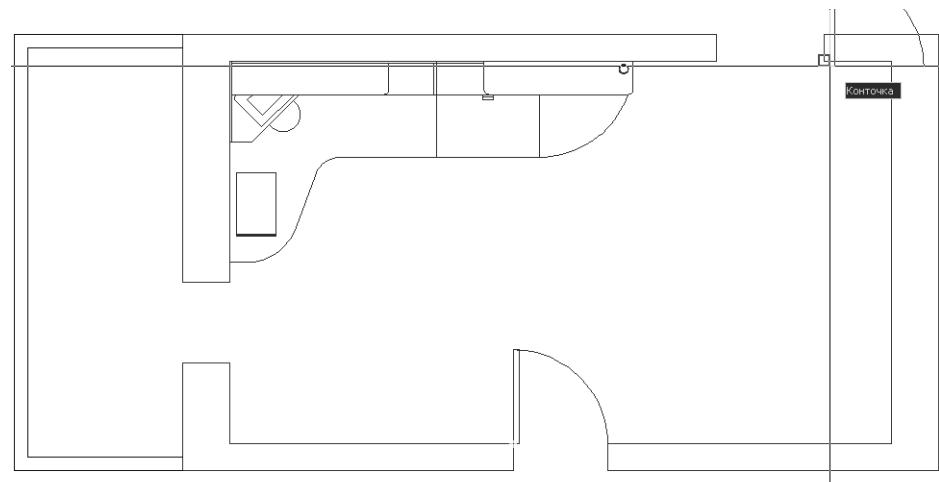

Рис. 7.14 ▼ Выбор точки вставки первого экземпляра блока **Дверь 700**
2. В качестве точки вставки выберите нижнюю точку правой вертикальной линии дверного проема, ведущего из детской в коридор (рис. 7.14).